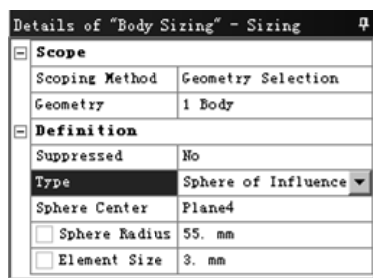

图 4.3.22 “Details of ‘Body Sizing’ -Sizing”对话框
- 步骤 06** 定义球半径和单元尺寸。在 **Sphere Radius** 文本框中输入数值 55.0，在 **Element Size** 文本框中输入数值 3.0，其他各选项设置如图 4.3.22 所示。